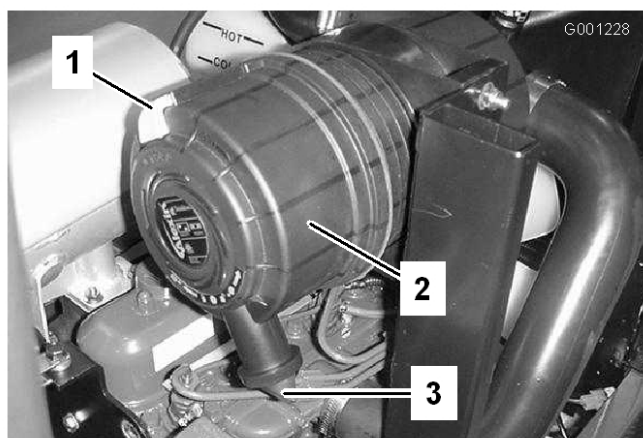

Figure 46
1. Tirez le verrou vers l'extérieur et tournez le couvercle du filtre à air dans le sens anti-horaire (Figure 46).
2. Retirez le couvercle du corps du filtre à air (Figure 46).
8. Montez le couvercle en dirigeant la valve de sortie en caoutchouc vers le bas, entre 5:00 et 7:00 heures environ vu de l'extrémité (Figure 46).